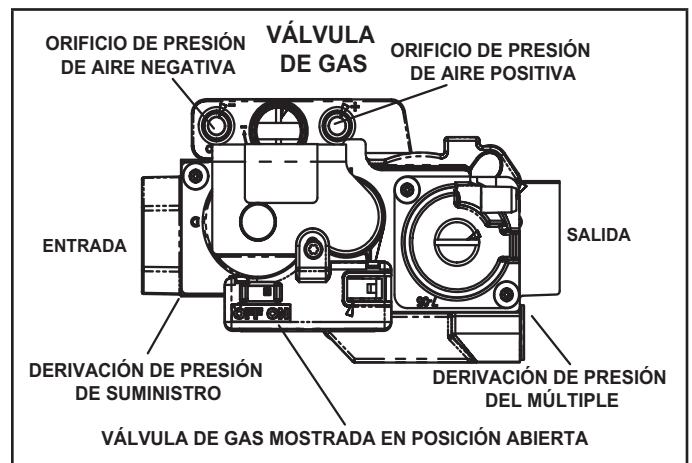

FIGURA 51
Operación de la válvula de gas (FIGURA 51)
- 6 - Mueva el interruptor de la válvula de gas a la posición APAGADO. Ver la FIGURA 51.
- 8 - Mueva el interruptor de la válvula de gas a la posición ENCENDIDO. Ver la FIGURA 51. No lo fuerce.